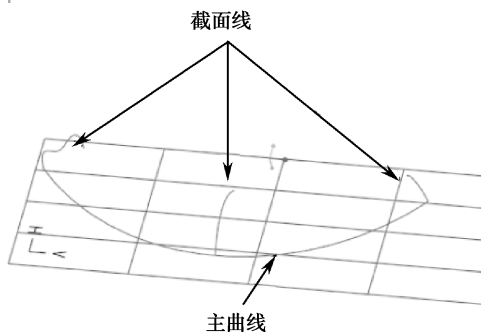
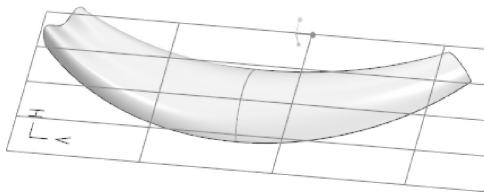

图 7-116 主曲线和横截面线
图 7-117 多截面放样造型曲面
- 多截面放样: 参照单截面放样,打开模型 7-15.prt,如图 7-116 所示,首先选择主曲线,单击操控面板中的【内部曲线】选项将其激活,依次选择 3 条横截面线,如图 7-117 所示,生成多截面放样曲面。